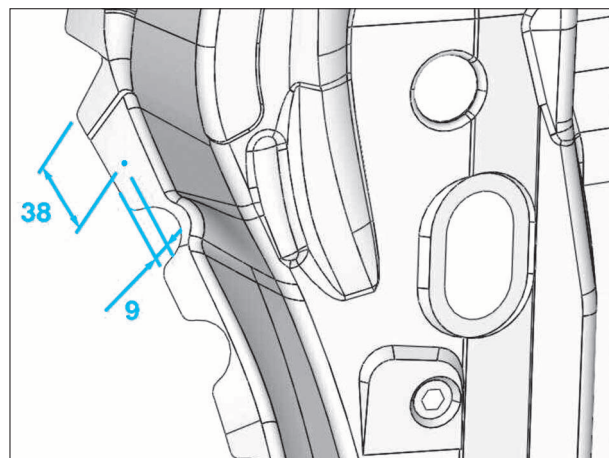

FIG. 43
- Tracer puis percer 1 trou de diamètre 6,5 mm suivant les cotes indiquées pour le soudage (Fig.43).